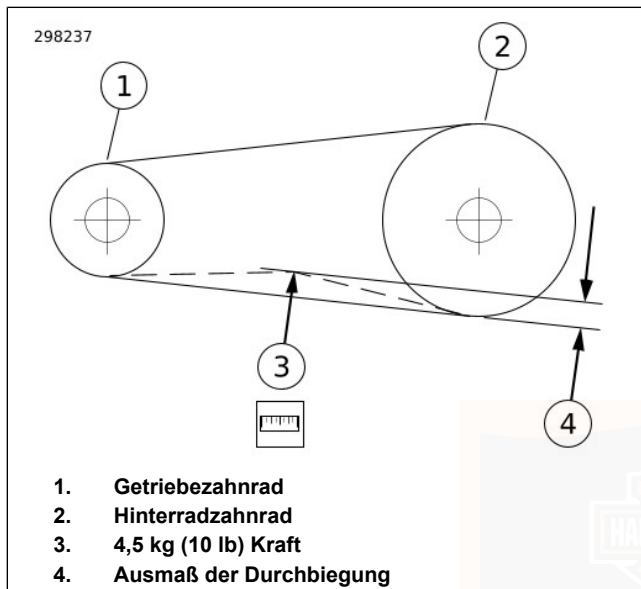

Abbildung 50. Riemendurchbiegung überprüfen
- b. **Alle anderen Modelle:** Siehe Abbildung 50. Bei stillgehaltenem Messgerät Riemendurchbiegung (4) messen.